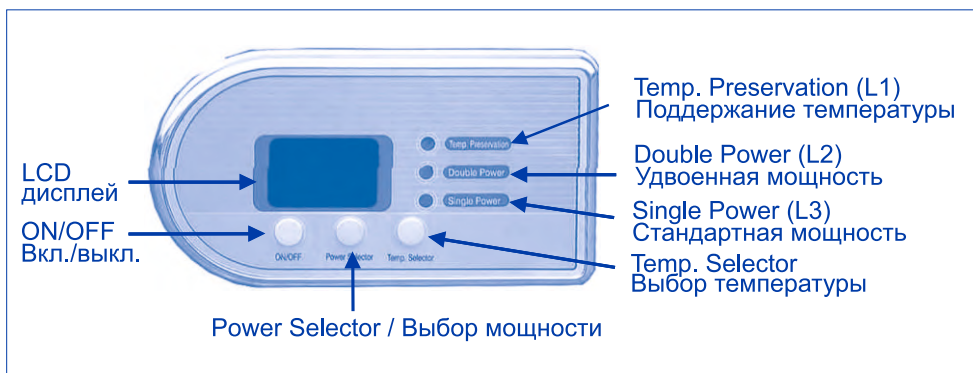

Рис. 5. Электронная панель управления (вариант 1)
4.2. На съёмном фланце смонтированы трубчатый электронагреватель (ТЭН) и датчики термостата и термовыключателя. ТЭН служит для нагрева воды и управляется термостатом, который имеет плавную регулировку температуры до +75°C. Термостат автоматически поддерживает температуру воды на уровне, установленном пользователем. Ручка регулировки температуры расположена на механической панели управления. Модели с электронным управлением имеют сенсорный регулятор (Рис. 5).
Индикатором режима работы ЭВН моделей 30л - 150л служат лампы подсветки клавиш выбора мощности: светятся при нагревании воды и гаснут при достижении установленной на термостате температуры нагрева воды. В моделях с электронным управлением по варианту 1 индикация осуществляется контрольной лампой L1 (Рис. 5) - она загорается при достижении заданной температуры. В моделях с электронным управлением по варианту 2 индикация осуществляется индикатором нагрева (Рис. 6) - движущиеся светящиеся деления которого отображают динамику нагрева и постоянно горяят при достижении заданной температуры.
7.2. Модели с электронным управлением по варианту 1 (Рис. 5)